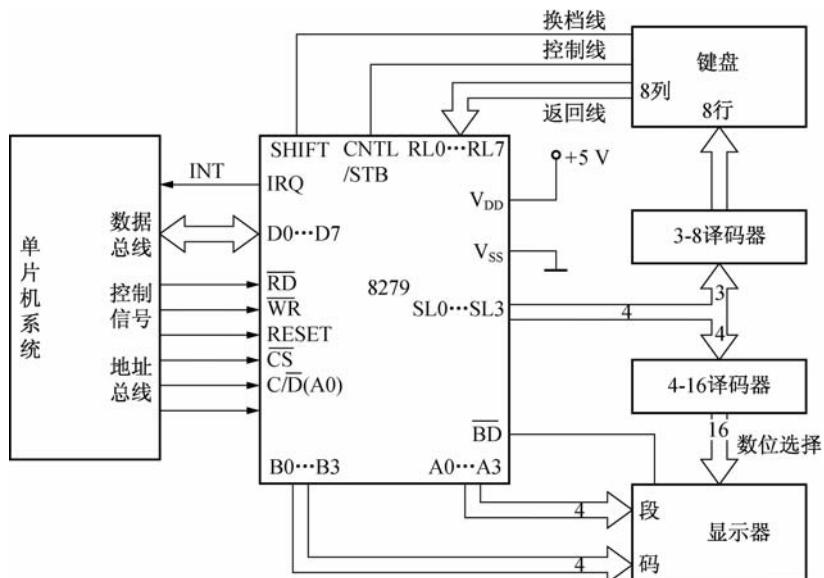

图 6-12 8279 与单片机的接口电路
(1) 8279 与单片机的一般接口方法如图 6-12 所示。